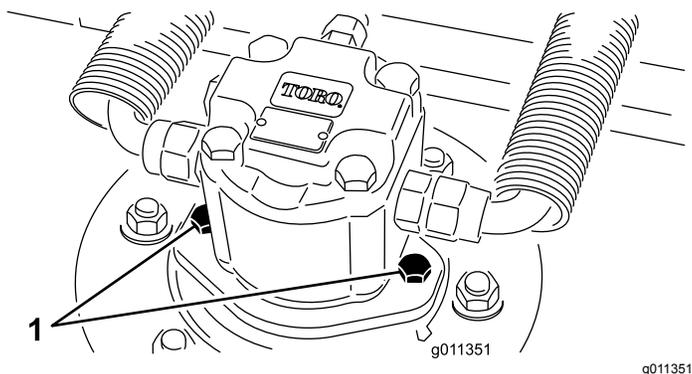

Figura 55
2. Scollegate e staccate il motore idraulico dal piatto di taglio (Figura 55). Coprite la parte superiore del mandrino per impedire che venga contaminato.
4. Montate il motore idraulico sul piatto di taglio (Figura 55). Verificate che l'O-ring sia in sede e non sia danneggiato.